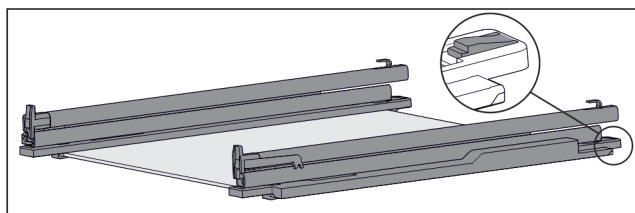

Fig. 116 Płyta szklana z szynami i elementami mocującymi
- ▶ Docisnąć element mocujący z tyłu do dołu (patrz Fig. 116) i jednocześnie wsunąć szynę do tyłu.